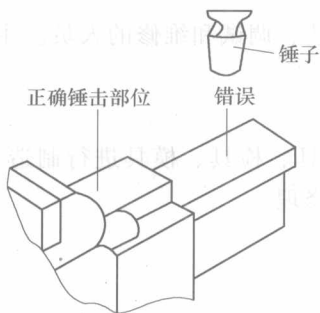

图 1-7 锤子锤击工件
- 2) 不允许用大锤在台虎钳上锤击工件,只允许在砧座上用锤子轻击工件,如图1-7所示。